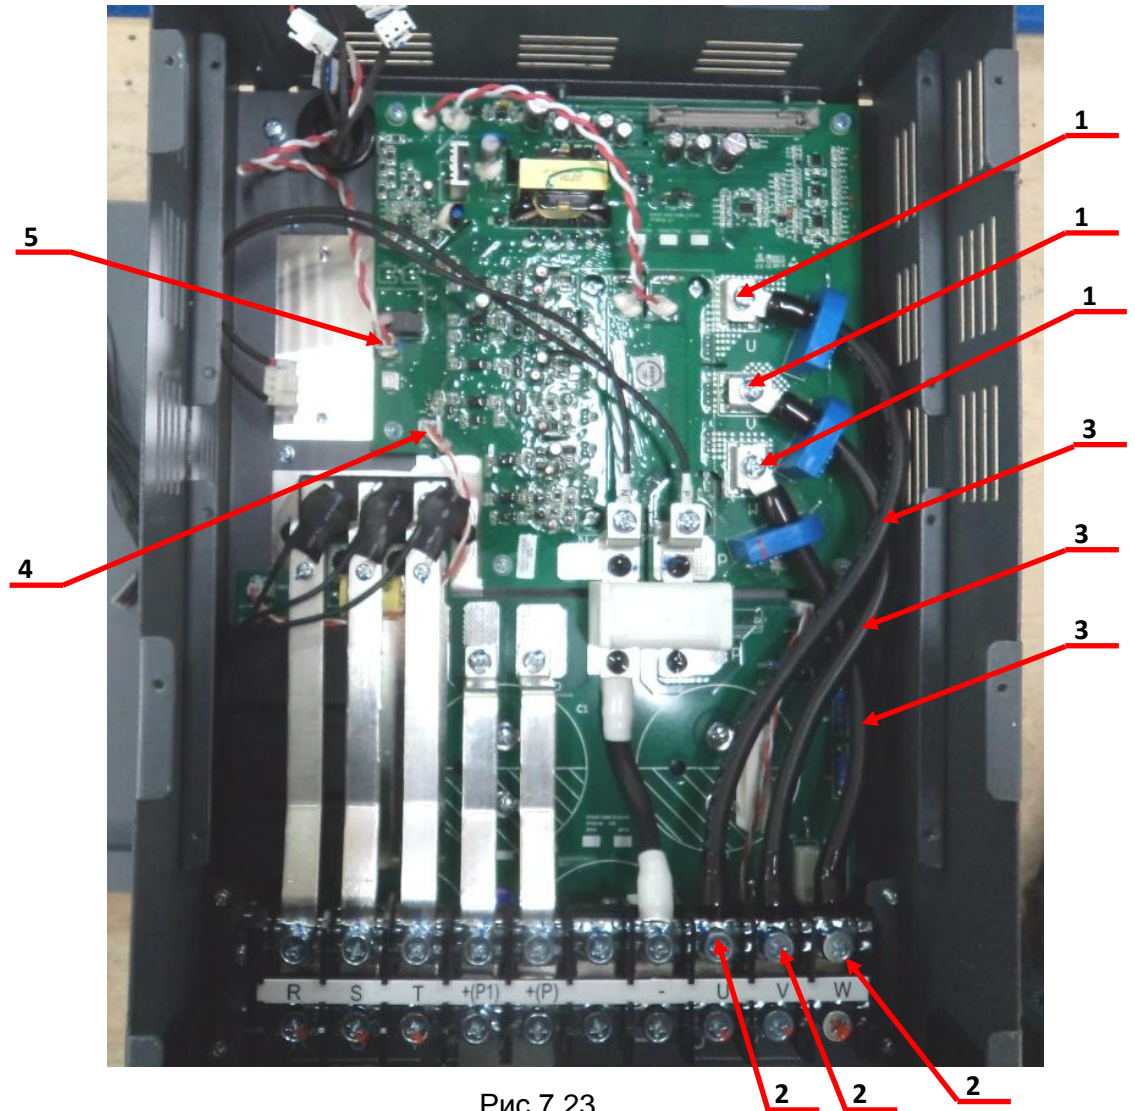

Рис.7.23
7.6.12. Установить и закрепить винтами поз.1 наконечники силовых выходных кабелей U, V, W поз.3 на клеммах платы драйверов (рисунок 7.23).
7.6.13. Установить и закрепить винтами поз.2 наконечники силовых выходных кабелей U, V, W поз.3 на клеммах силовой клеммной колодки (рисунок 7.23).
7.6.14. Присоединить к плате драйверов разъёмы кабелей поз.4 и поз.5 (рисунок 7.23).